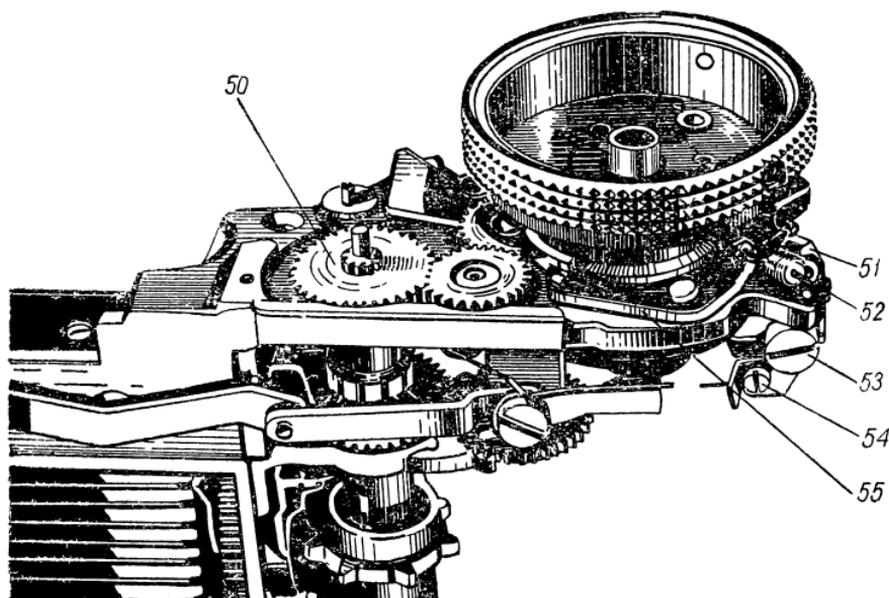
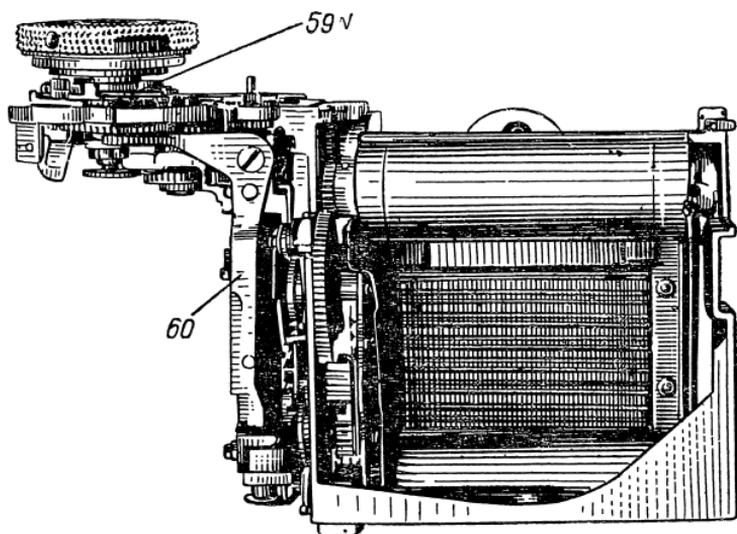
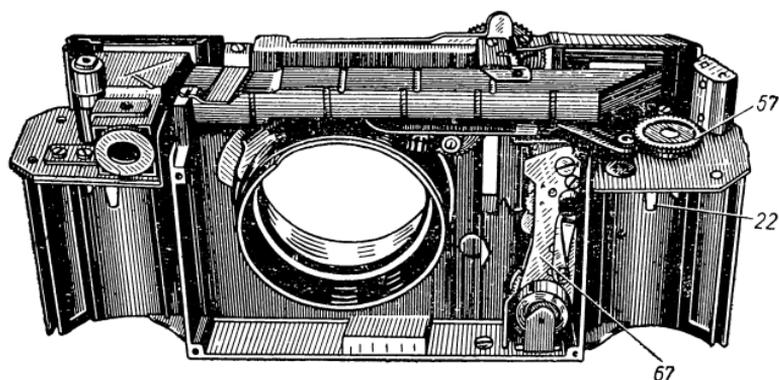

Рис. 248. Заводной механизм.
Рис. 253. Рычаг автоспуска и стопорный рычаг.
Рис. 255. Корпус аппарата.
*Механизм ограничителя завода затвора.* Механизм ограничителя служит для регулировки величины завода шторного затвора. Непосредственно эту задачу выполняет рычаг 55 (рис. 248).
Для устранения этой неисправности снимают верхнюю крышку 18 (рис. 241) и регулируют ограничительный рычаг. Для этого нужно слегка повернуть в любую сторону винт 54 (рис. 248), который меняет положение рычага 55. Винт поворачивается до тех пор, пока рычаг не начнет западать при заводе в выемку и ограничивать завод.
*Стопорный рычаг.* Кроме ограничительного, в фотоаппарате есть стопорный рычаг, который удерживает механизм затвора в заведенном положении. Эту функцию выполняет рычаг 59 (рис. 253).
На оси 53 (рис. 248) вращаются несколько рычагов. При нажатии на спусковую кнопку все рычаги поворачиваются (см. стр. 294). Острый конец рычага 51 при установке выдержки «В» находится впереди выступа кольца, вращающегося вниз, на заводном механизме. При нажатии на спусковую кнопку срабатывает затвор, в это время поворачивается рычаг 51. Первая шторка успевает уйти в исходное положение, а вторая задерживается, так как рычаг, поворачиваясь, цепляется за выступ кольца выдержки. Выдержка «В» не срабатывает только тогда, когда рычаг 51 не задерживает кольцо выдержки «В».
Выдержка «В» не срабатывает из-за неисправности стопорного рычага (см. стр. 295). Если стопорный рычаг 59 (рис. 253) имеет большой люфт, т. е. после западания рычага в паз на кольце заводного механизма заводной механизм поворачивается против часовой стрелки, выступ установочного кольца выдержки «В» не захватывается рычагом 51 (рис. 248).
Эксцентрический палец рычага прикреплен к корпусу затвора. Его можно слегка повернуть специальным ключом, предварительно сняв рычаг 59 (рис. 253). Эту работу нужно производить осторожно, внимательно осмотрев палец и решив, в какую сторону его необходимо повернуть, чтобы подать вперед стопорный рычаг.
Механизм замедления автоспуска 67 (рис. 255) расположен внутри аппарата, снаружи находится лишь заводная рукоятка и пусковая кнопка. Кроме механизма замедления 67, к автоспуску относится соединительный рычаг 60 (рис. 253), заводная рукоятка, укрепленная винтом 30 (рис. 243), и пусковая кнопка 31.
Механизм замедления посредством соединительного рычага 60 (рис. 253) производит автоматический спуск затвора. Выдержка устанавливается так же, как при обычной съемке.
*Неисправности механизма, которые можно устранить вне специализированной мастерской.* 1. Деформация соединительного рычага. Соединительный рычаг 60 (рис. 253) во время работы преодолевает большое сопротивление пружин механизма затвора и через опре-